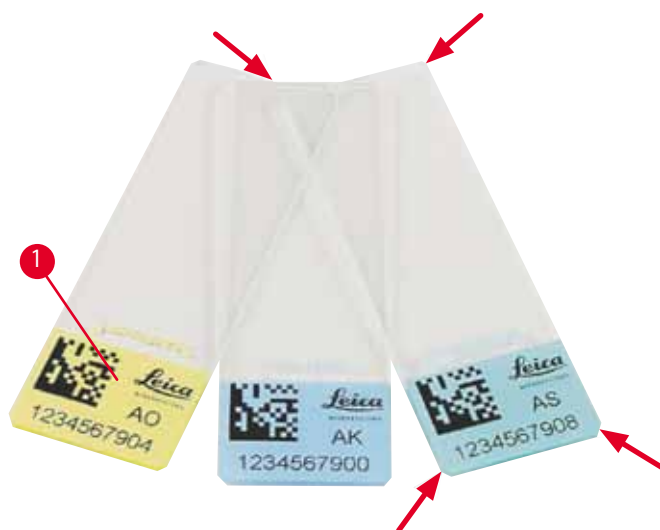

Рис. 4
Только стандартные предметные стекла с окрашенными краями с возможностью маркировки (→ "Рис. 4-1") могут маркироваться в Leica IP S (→ "Рис. 4").
- Чтобы уменьшить количество стеклянной пыли и снизить риск механических повреждений, используйте только предметные стекла со срезанными углами (срез  $45^\circ$  на каждом углу, (→ "Рис. 4")).